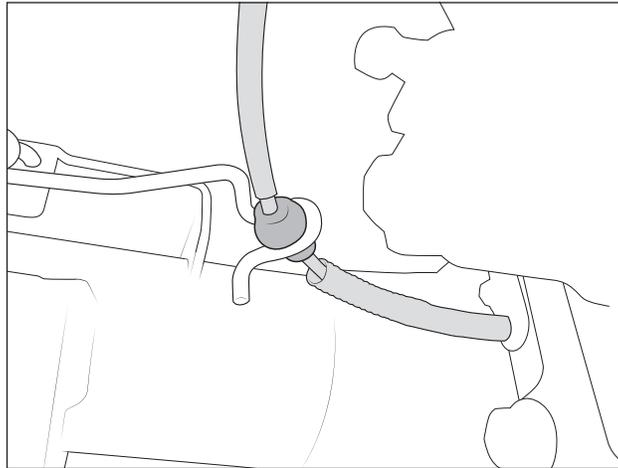

Abbildung 3
- Den Seilzug der Feststellbremse von der Halterung an der Achse lösen, um Bewegung zu ermöglichen (Abb. 3).